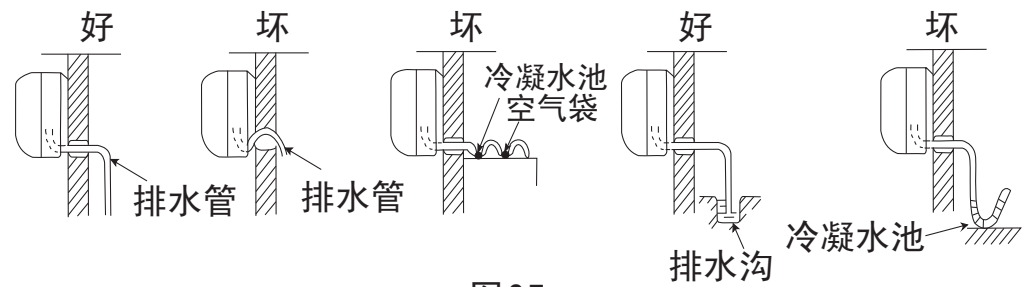

图27
- 1 用附件 ⑭ 排水管与室内机组的出水管连接起来。
- 2 如要使冷凝水流得舒畅，排水管应倾斜少许，如图27所示。